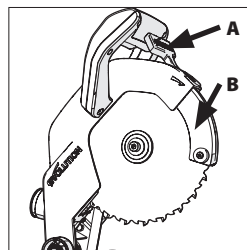
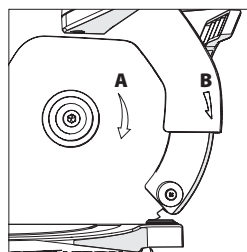

Fig. 28
Fig. 29
Pour insérer la lame appuyez sur la gâchette inférieure de libération du protège-lame (A) faites tourner le protège-lame inférieur (B) vers le haut dans le protège-lame supérieur et tenez le protège-lame inférieur dans cette position. (Fig. 28) Installez la nouvelle lame sur la bride intérieure en s'assurant qu'elle soit bien en place sur l'épaule de la bride, puis relâchez lentement le protège-lame inférieur dans sa position d'origine fermée. Assurez-vous que la flèche de rotation sur la lame (A) corresponde à la flèche de rotation des aiguilles d'une montre sur la protection supérieure (B). (Fig. 29)